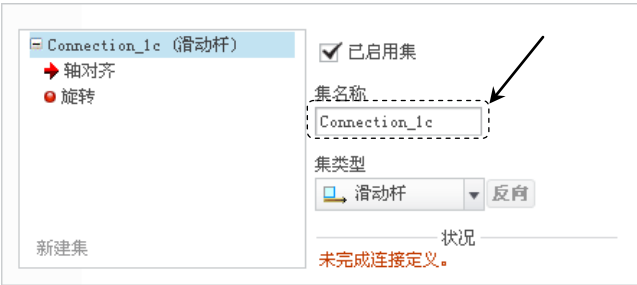

图 9.5.3 “放置”界面
- ① 在约束集列表中选择 **滑动杆** 选项。
- ② 修改此连接的名称。单击操控板中的 **放置** 选项卡；在图 9.5.3 所示的界面中，在 **集名称** 文本框中输入此连接的名称“Connection_1c”，并按回车键。